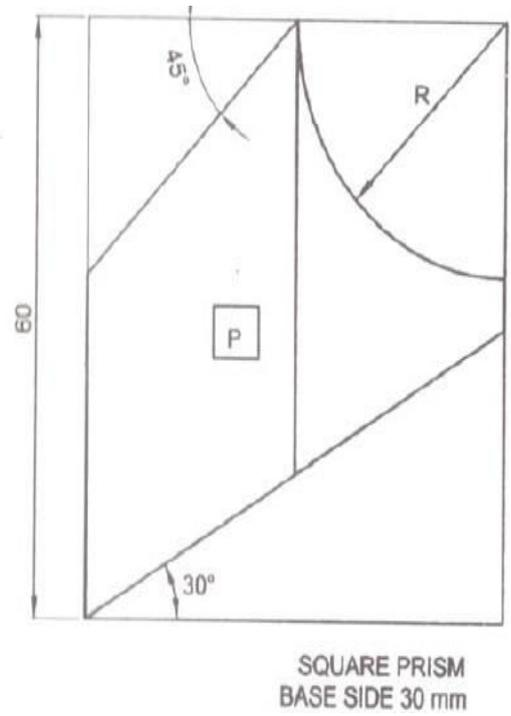

Fig. 4
- (c) Draw the development of given solid in figure 4. 07
- (1) Left Hand Side View (2) Sectional Front view
- (ક) આકૃતિ 5 માં એક વસ્તુનો ચિત્રમય દેખાવ આપેલ છે. “પ્રથમ કોણીયપ્રક્ષેપણ” ની મદદ થી નીચે જણાવેલ દેખાવ દોરો. (૧) ડાબી બાજુનો દેખાવ (૨) છેદાત્મક સામેનો દેખાવ 09